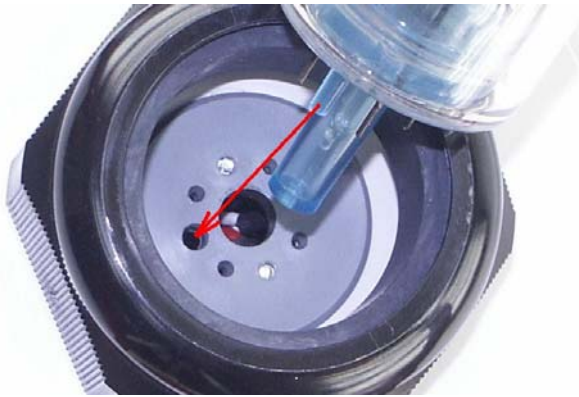

Fig. 1: Einsetzen der Röhre
- Röhre senkrecht einsetzen, dabei unbedingt auf die richtige Orientierung der Kontaktstifte und des Codierstiftes achten! (Siehe Fig 1).